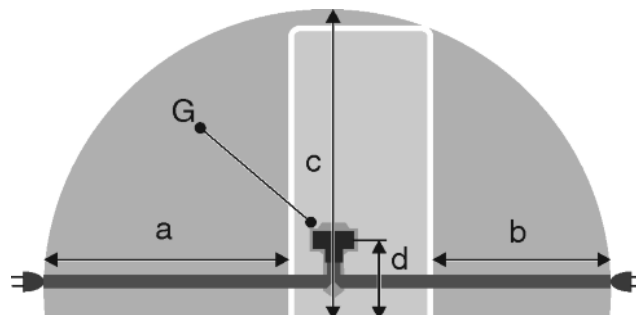

Fig. 26
- Gniazdo znajduje się poza tylną częścią urządzenia w podanym obszarze *Fig. 26 (a, b, c)*.
- ▶ Wtyczkę urządzenia *Fig. 26 (G)* podłączyć z tyłu urządzenia. Zwrócić uwagę na prawidłowe zażebienie.